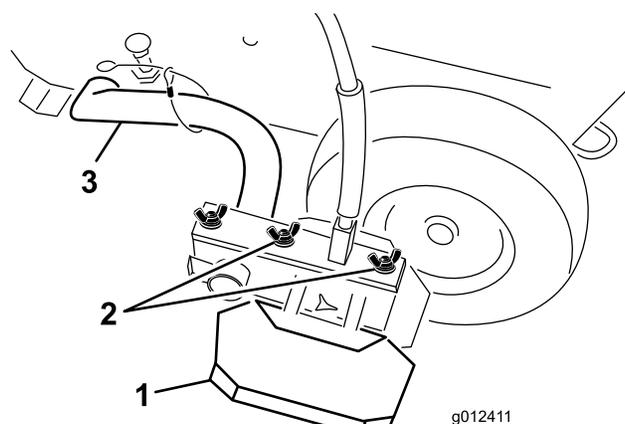

Bild 23
1. Lösen Sie die Flügelmutter, mit denen die Sprüschutzbleche am Auslegerarm befestigt sind (Bild 23).
2. Drehen Sie die Schutzbleche (Bild 23) heraus oder hinein, bis Sie die gewünschte Markierbreite erhalten. Stellen Sie sicher, dass jedes Schutzblech den gleichen Abstand von der Sprühdüse hat.